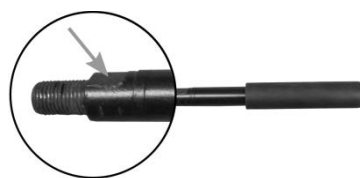

Figure 9 : Surface de clé
Vissez le levier de serrage (9) dans le logement du levier de serrage (8) de la fermeture rapide. Vissez le filetage à fond dans le logement et serrez la rallonge du levier de serrage à l'aide d'une clé (le levier de serrage possède une surface de clé avec une ouverture de clé de 17, voir figure 9).